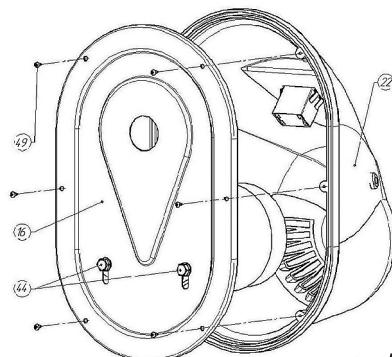

Рис. 7
6.5. Установка моторного блока на раму (рис. 7, 8)
- Произведите натяжение ремня **19** путем перемещения электродвигателя **21** по пазам платы моторного блока. Удерживая электродвигатель **21**, затяните болты крепления **44** (см. рис. 7) к плате моторного блока **16**.